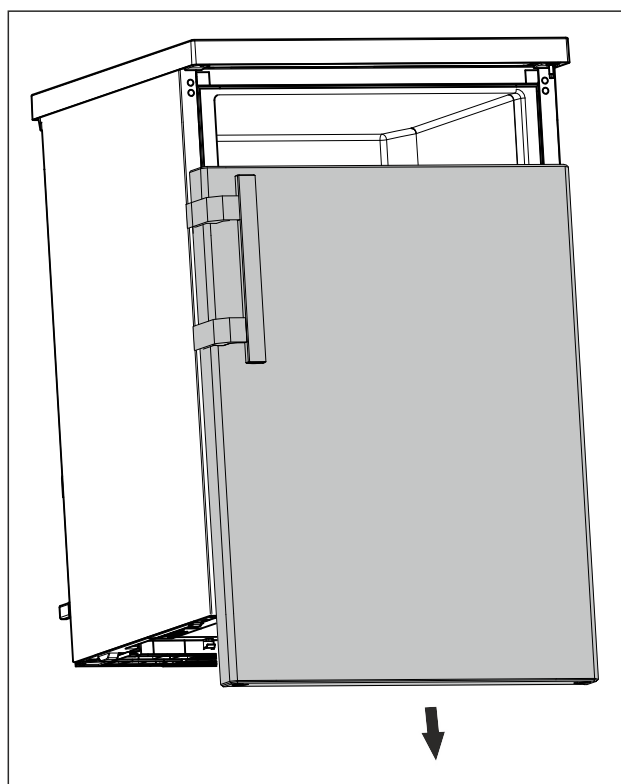

Fig. 17
- ▶ Rimuovere la porta verso il basso. (vedere Fig. 17)